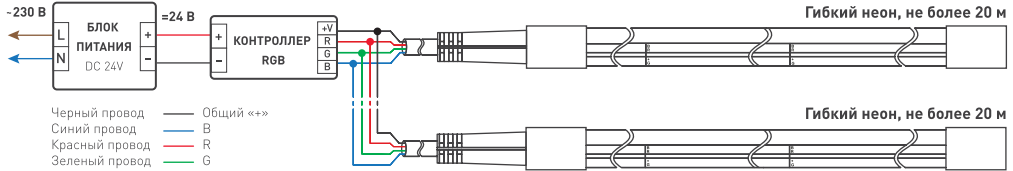

Рисунок 2. Схема подключения.
- 3.4. Подключите «гибкий неон» согласно приведенной схеме (рис. 2). Соблюдайте полярность подключения, а также маркировку, нанесенную на боковой поверхности «неона» [B, R, +, G], и цветовую маркировку проводов. Используемый блок питания должен иметь запас по мощности не менее 25%.